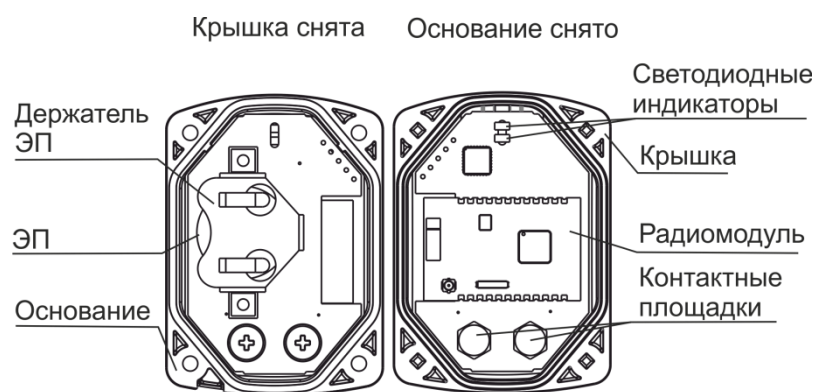

Рисунок 4.18
4.4.11.2 ДУВ состоит из съемной крышки, основания и платы с радиоэлементами (рисунок 4.18).